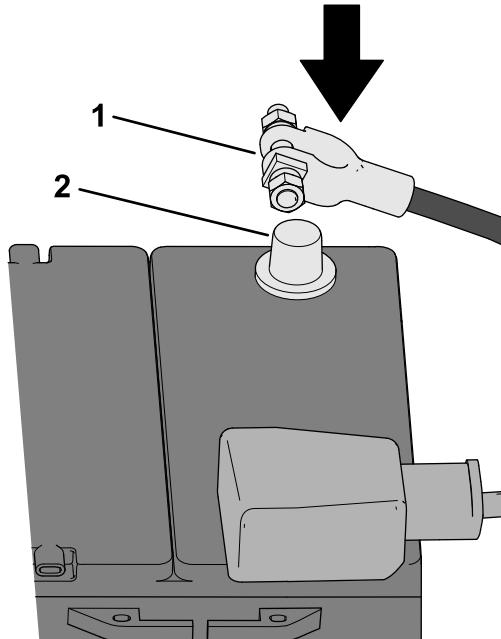

Bild 109
2. Schließen Sie die Batteriekabel an (Bild 109).
Schließen Sie das Minuskabel (-) der Batterie am Batteriepol an (Bild 109).